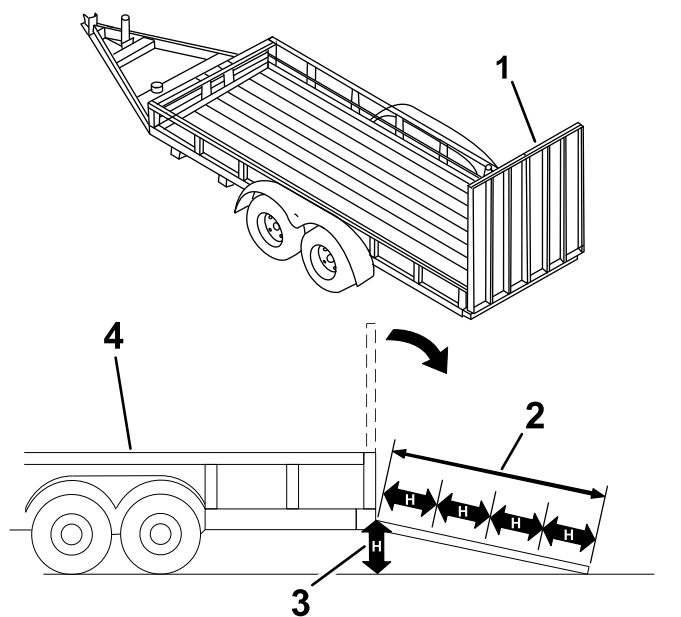

Figure 30
Le chargement de la machine sur une remorque ou un camion augmente le risque de basculement, et donc de blessures graves ou mortelles (**Figure 30**).
3. Abaissez la rampe (**Figure 30**).